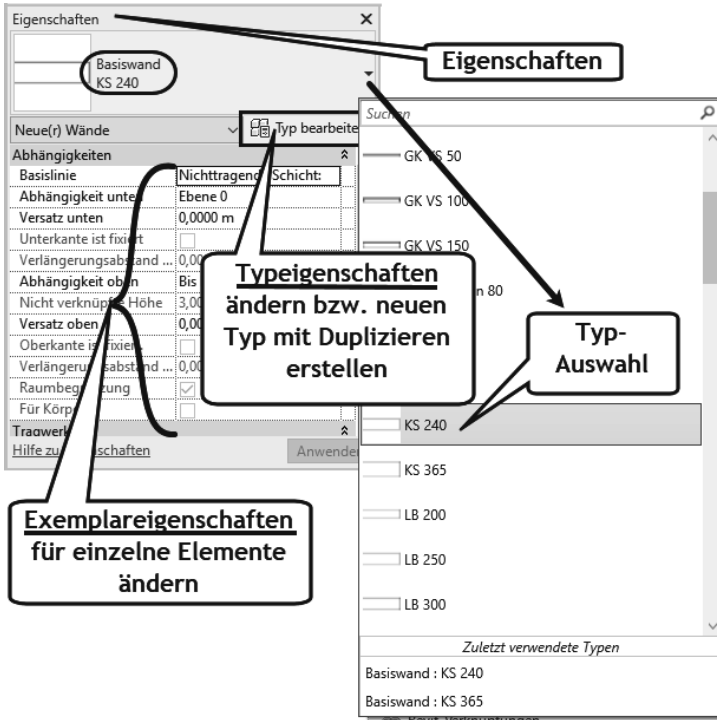

Abb. 1.29: EIGENSCHAFTEN
Wenn Sie *Werkzeuge* ❶ (Abbildung 1.29) aus den Multifunktionsleisten aufrufen, müssen Sie mehrere Bedienelemente beachten, die weiter unten einzeln vorgestellt werden. Dazu gehören:
- ggf. die *Flyouts* ❷ der Werkzeuge, sofern es Varianten des Werkzeugs gibt
- ggf. die *Typen-Auswahl* ❸ für verschiedene Objekttypen, wenn Sie etwas erstellen
- die *EIGENSCHAFTEN* ❹ mit den für das Objekt wählbaren und einstellbaren Parametern
- die *OPTIONSLEISTE* ❺ mit den wichtigsten Einstellungen des Werkzeugs
- ggf. die *Bearbeitung* und das *Duplizieren* von *Typen* ❻, wenn Sie Eigenschaften brauchen, die nicht über *EIGENSCHAFTEN* modifizierbar sind, sondern nur durch Änderungen am Typ festgelegt werden können
- die *STATUSLEISTE* ❼ mit den Eingabeaufforderungen des Werkzeugs, damit Sie wissen, was als Eingabe nun verlangt wird
In der obersten Typenleiste bei EIGENSCHAFTEN können Sie die Elementtypen auswählen, darunter werden die einzelnen geometrischen und sonstigen Eigenschaften der Konstruktionselemente eingestellt und ausgewählt. Die wichtigsten Eigenschaften erscheinen meist zusätzlich noch in der grünen OPTIONSLEISTE unter der Multifunktionsleiste. Es gibt aber auch Eigenschaften, die nicht in EIGENSCHAFTEN verändert werden können, sondern über den Typ festgelegt sind (Abbildung 1.29).